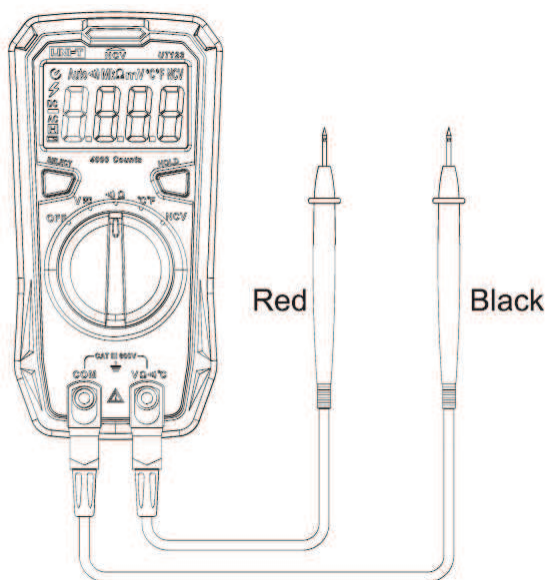

Рисунок 1
**4.1 Измерение переменного/постоянного напряжения (Рисунок 1)**
**4.2 Измерение сопротивления (Рисунок 1)**
**4.3 Измерение проводимости (Рисунок 1)**